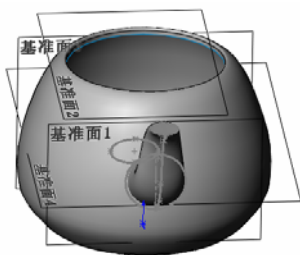
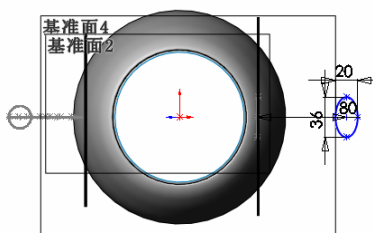

图 8-130 添加基准面后的图形
图 8-131 绘制的草图
⑦ 设置视图方向。单击“标准视图”工具栏中的“等轴测”图标，将视图以等轴测方向显示。结果如图 8-130 所示。
⑧ 设置基准面。在左侧“FeatureManager 设计树”中用鼠标选择“基准面 4”，然后单击“标准视图”工具栏中的“正视于”图标，将该基准面作为绘制图形的基准面。
⑨ 绘制草图。单击“草图”工具栏中的“椭圆”图标按钮，绘制如图 8-131 所示的草图并标注尺寸，然后退出草图绘制状态。
⑩ 设置基准面。在左侧“FeatureManager 设计树”中用鼠标选择“前视基准面”，然后单击“标准视图”工具栏中的“正视于”图标，将该基准面作为绘制图形的基准面。